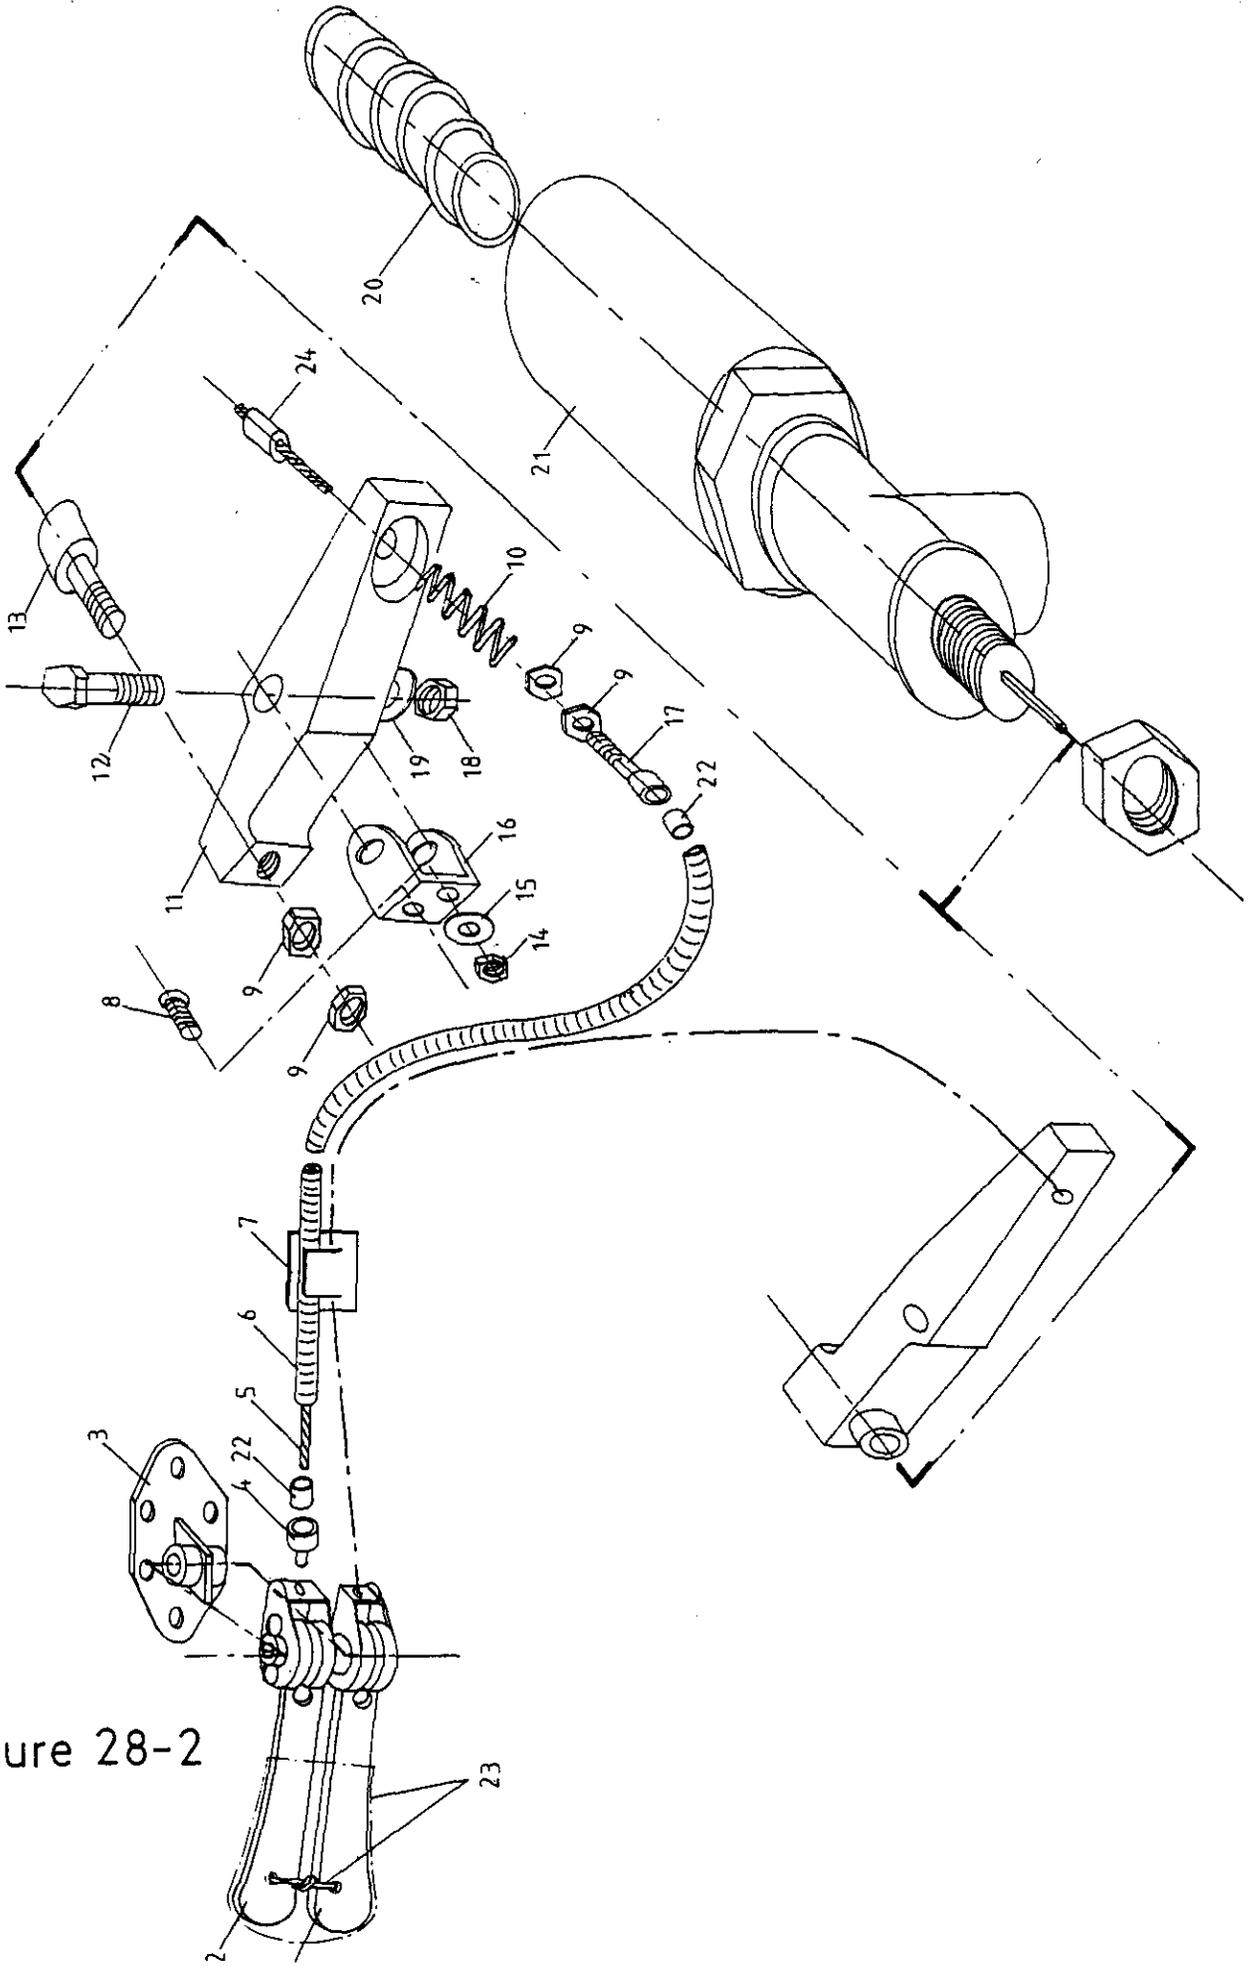

Figure 28-2
- Figure 28-2 : Commande automatique water-ballast dans le fuselage